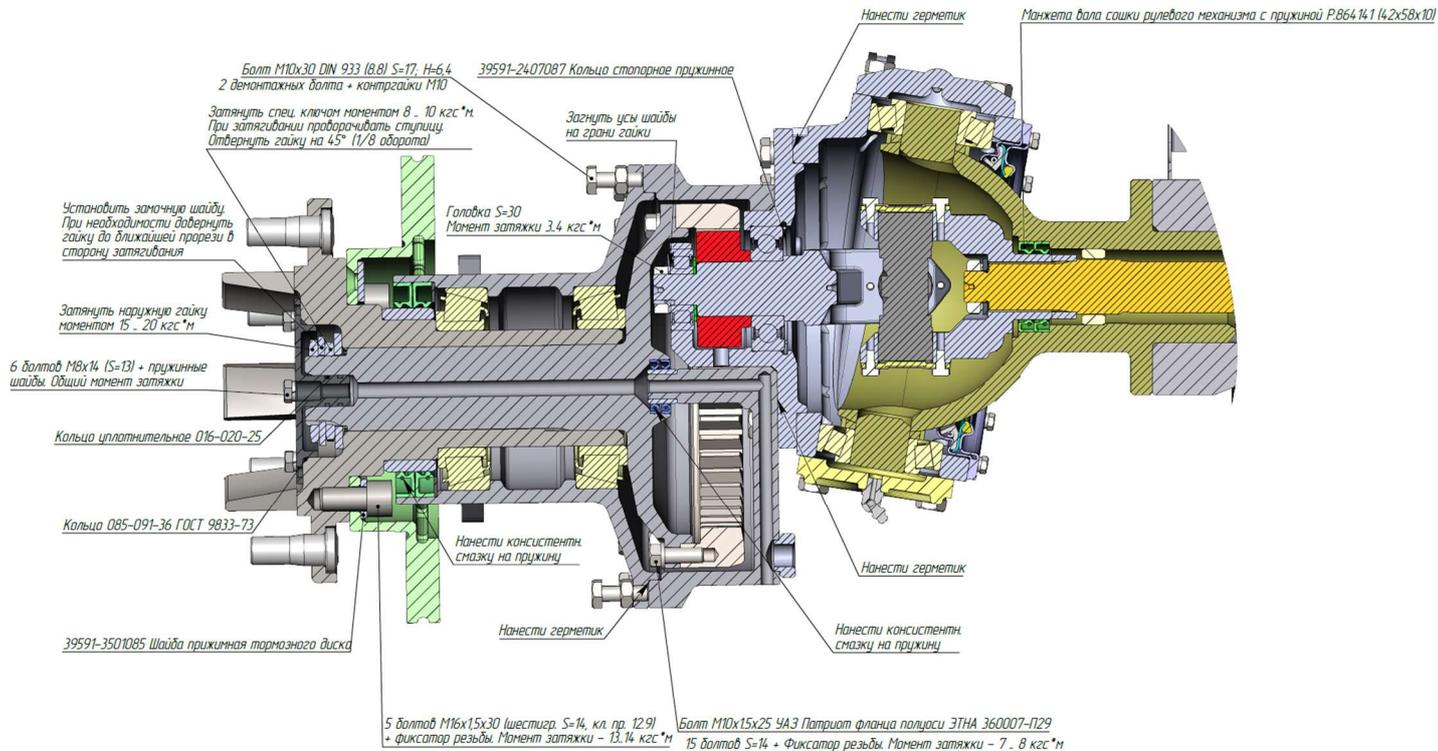
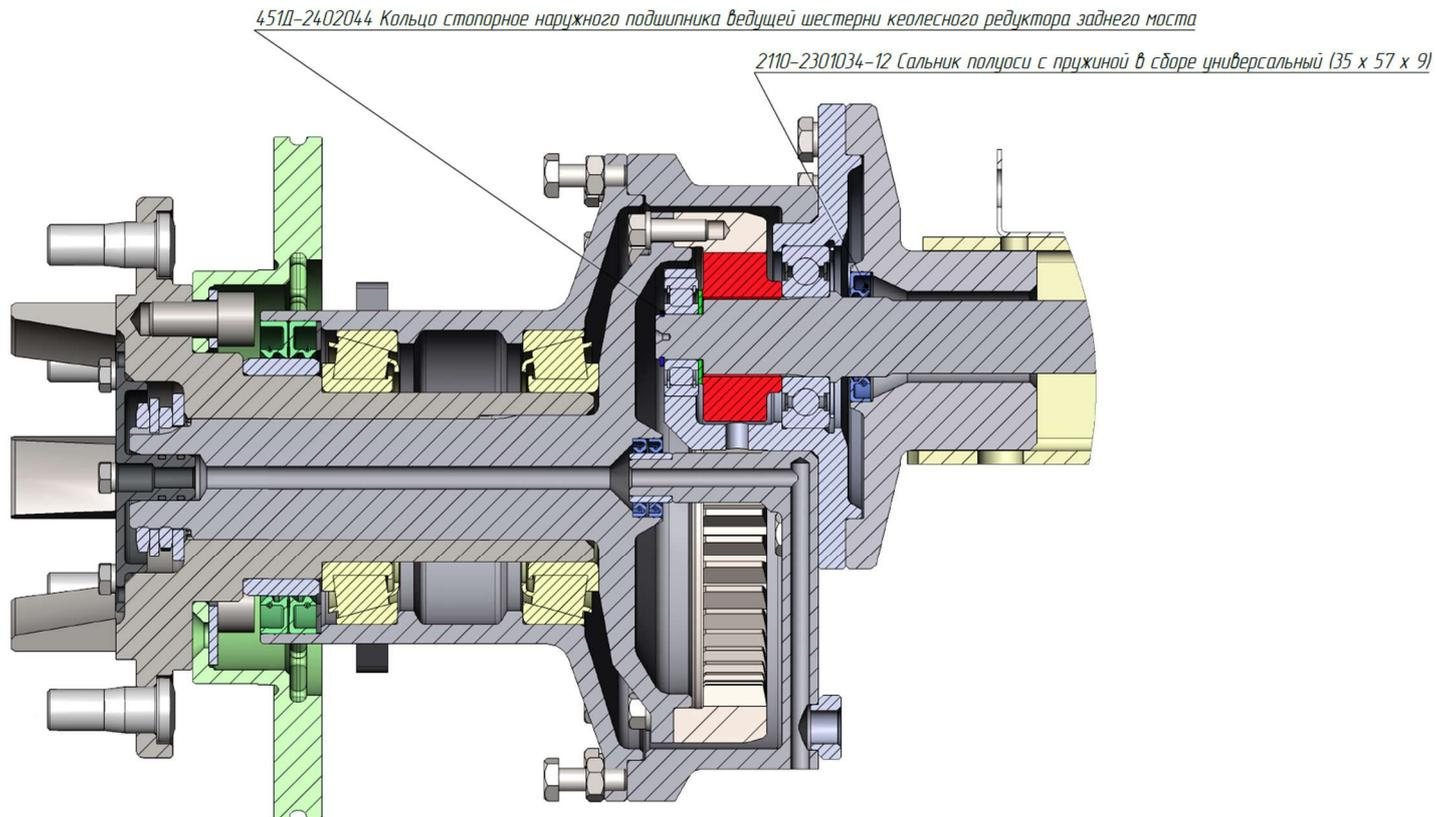

Рис. 6.11 Колесный редуктор передний
Рис. 6.12 Колесный редуктор задний (остальное см. Рис. 6.11)
- вторая ступень (бортовая передача) – колёсный редуктор с прямозубыми цилиндрическими шестернями внутреннего зацепления (*Рис. 6.11 и Рис. 6.12*).